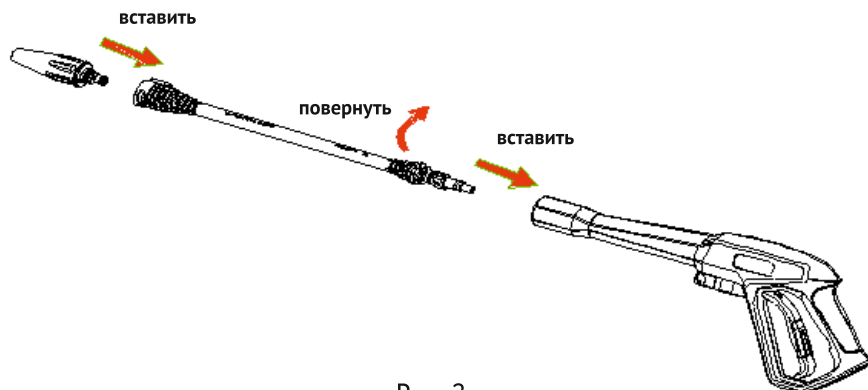

Рис. 3
- Вставьте насадку в пистолет и поверните её, чтобы закрепить, как показано на Рис. 3.